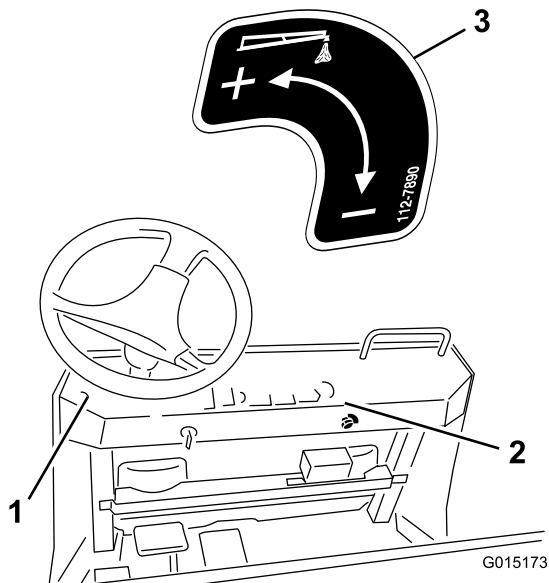

Рисунок 5
10. Установите табличку, как показано на Рисунок 5.